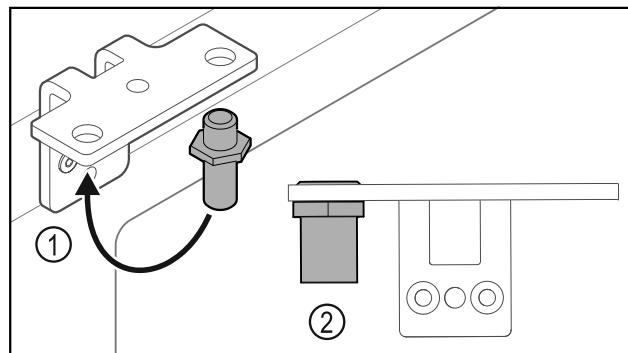

Fig. 28
- ▶ Helyezze át a csuklópántban a csapszeget Fig. 28 (1).
- ▶ Húzza meg a csapszeget Fig. 28 (2) **12 Nm-es forgatónyomatékkal**.